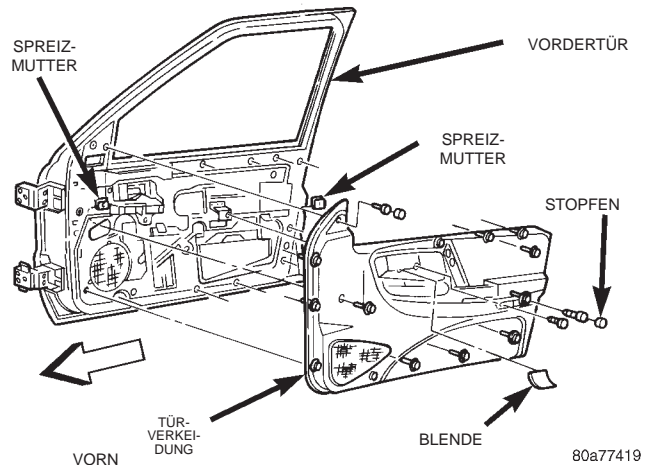

Abb. 11 Türverkleidung vorn aus- und einbauen
(1) Batterie-Minuskabel abklemmen und elektrisch isolieren.
(2) Die Blende in der Nähe des Türöffnungsgriffs an der Türverkleidung abbauen. Hierzu einen Schraubendreher mit gerader Klinge in das gekerbte Ende der Blende einführen und vorsichtig nach oben hebeln.
(3) Die Schraube unter der Blende lösen, mit der die vordere Türverkleidung am Türinnenblech befestigt ist (Abb. 11).